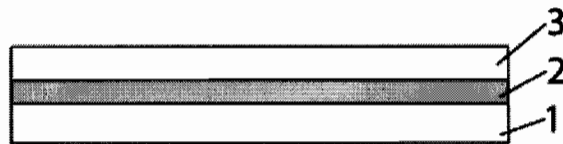

Fig.2 Schema ansamblu marca holografica securizate multistrat cu makeri spectrali in adeziv
8. Markerii spectrali inglobati in adeziv, Fig.2 (1-Hartie Siliconata, 2-Adeziv care inglobeaza markeri speciali, 3-Folie Holografica) se pun in evidenta prin indepartarea stratului de aluminiu, sau realizarea marcii holografice cu fereastra, utilizand dispozitivele